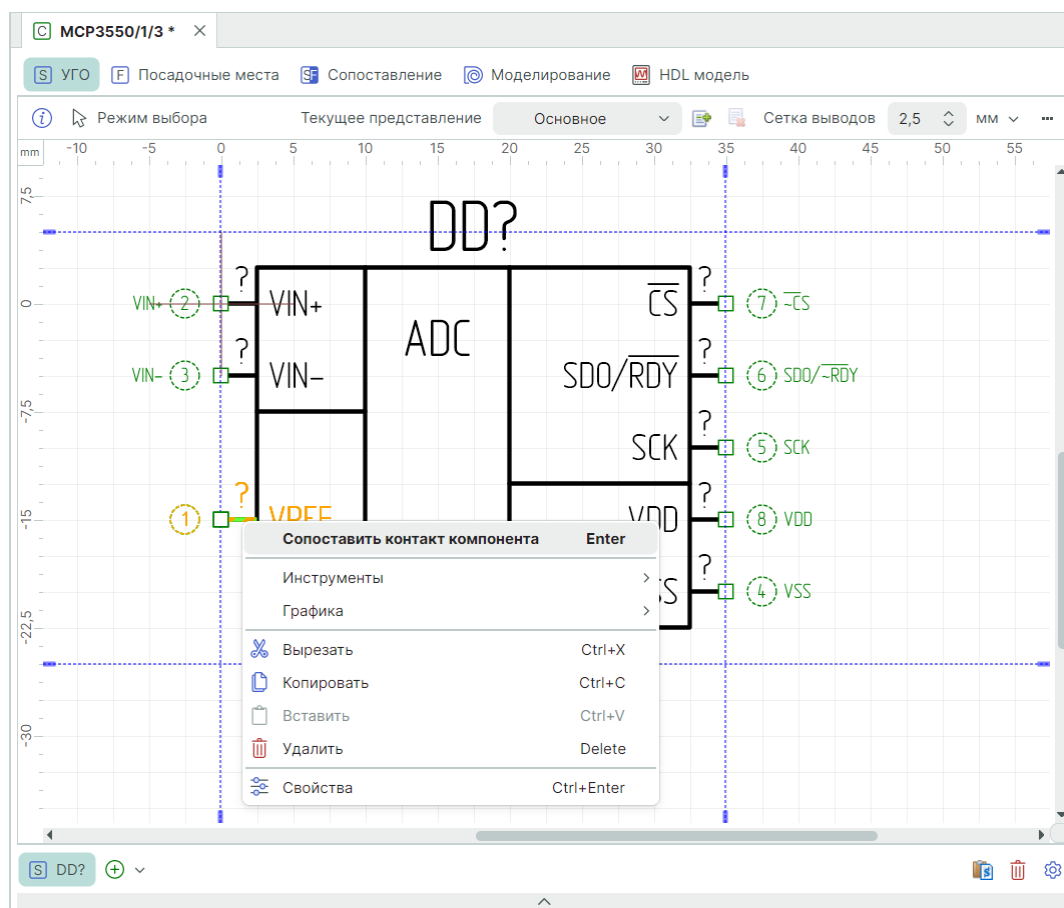

Рис. 286 Сопоставление вывода через контекстное меню
2. В контекстном меню выберите «Сопоставить контакт компонента», см. Рис. 286.